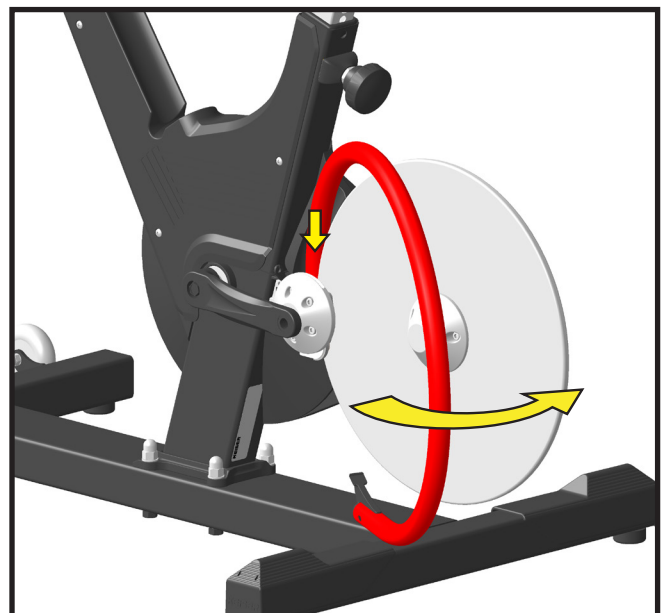

Abbildung 7: Richten Sie den Schutzbügel am Schwungrad aus
3. Schwenken Sie den Schutzbügel über das Schwungrad (siehe Abbildung 7).